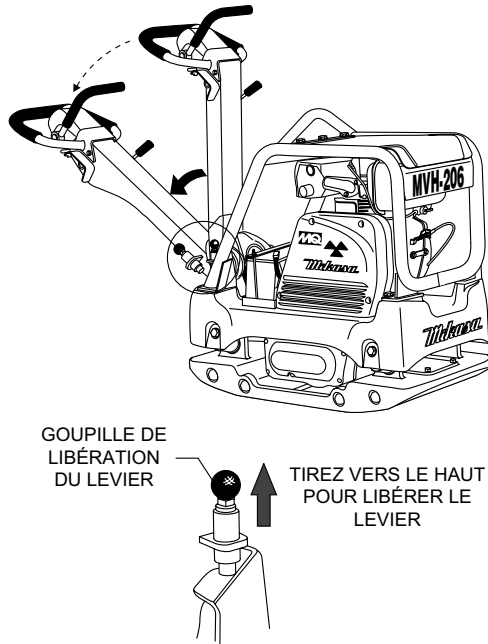

Figure 10. Goupille de libération du levier
1. Tirez la goupille de libération du levier (Figure 10), puis poussez vers le bas la poignée afin de libérer le levier.